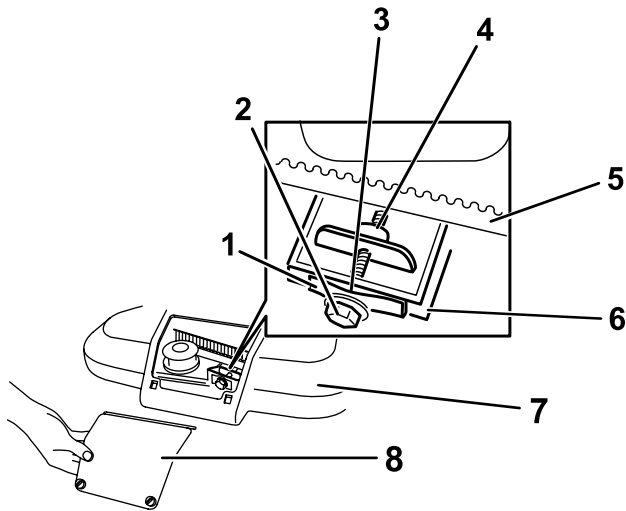

Figura 34
1. Afloje los 2 tornillos del panel de acceso a la cubierta de la correa y retire el panel (Figura 34).
Nota: Si hay un espacio visible entre la galga y el muelle, apriete el perno de ajuste y la contratuerca hasta que la galga apenas pueda deslizarse libremente por el espacio (Figura 34).